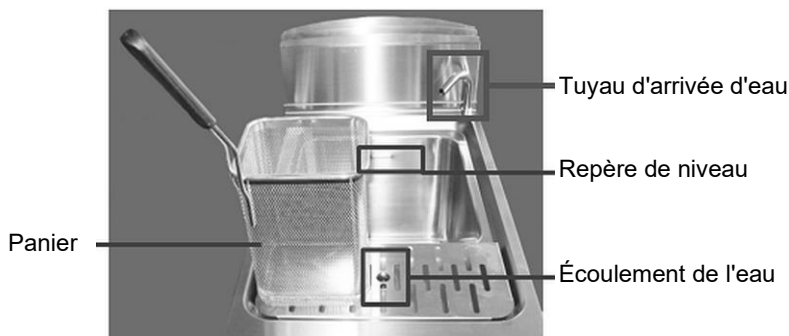

Fig. 4
La conduite d'alimentation en eau doit être raccordée à l'alimentation en eau à l'aide d'un robinet d'arrêt (fig. 4) qui peut être facilement fermé lorsque l'appareil n'est pas utilisé ou doit être entretenu.
1. Remplissez le bassin d'eau à l'aide du robinet d'arrivée d'eau correspondant (fig. 7) situé sur le panneau de commande jusqu'au repère de niveau (fig. 4).